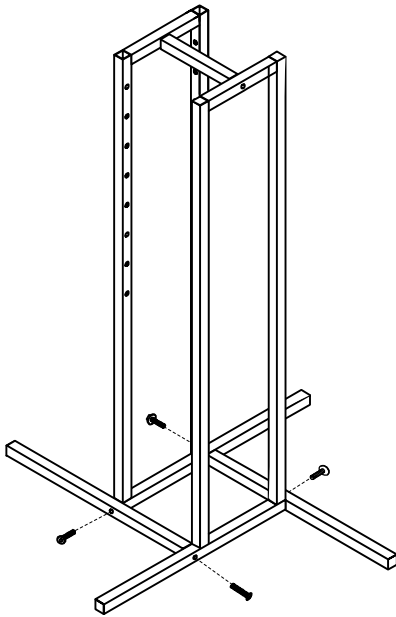

Figure 2
2. Reliez les pattes aux cadres à l'aide de deux boulons pour chacune. (Voir Figure 2)